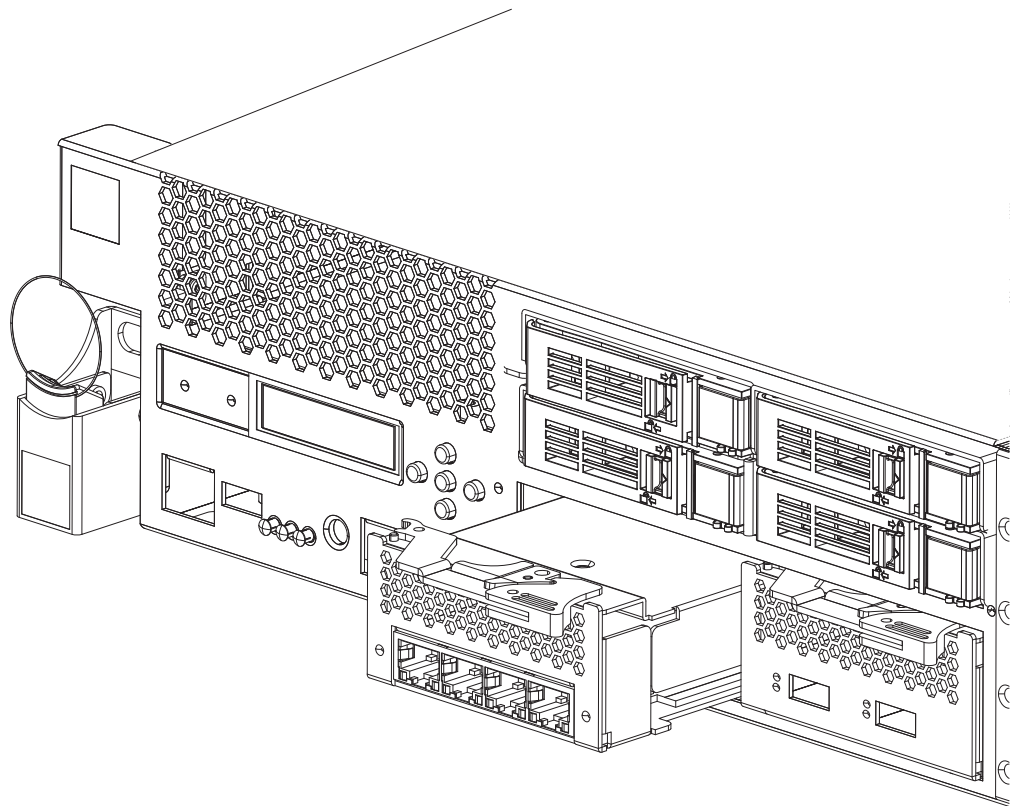

图 18. 卸下以太网模块
- 朝您的方向拉动拉杆，以将以太网模块拉出，如图 18 中所示。